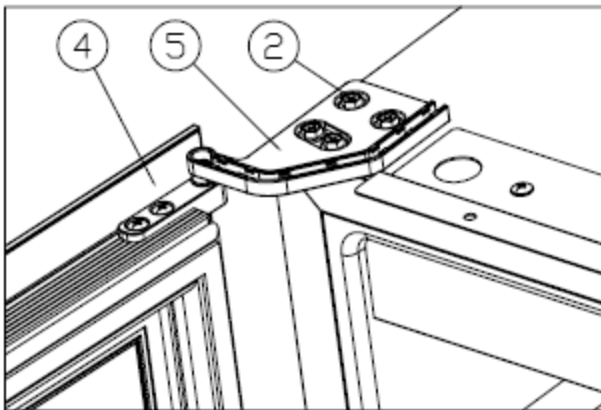

Abb. 6
- ✦ Die Tür (4) um 180 Grad wenden, das untere Scharnier montieren und die M5\*16-Schrauben anziehen (2). [Abb. 6] Das Wechseln des Türanschlags ist erfolgt.